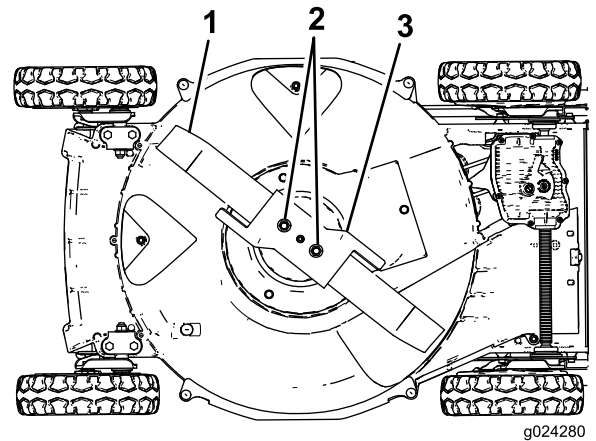

図 27
5. 機体を右エアフィルタが上になるように、図 27 のように傾ける。